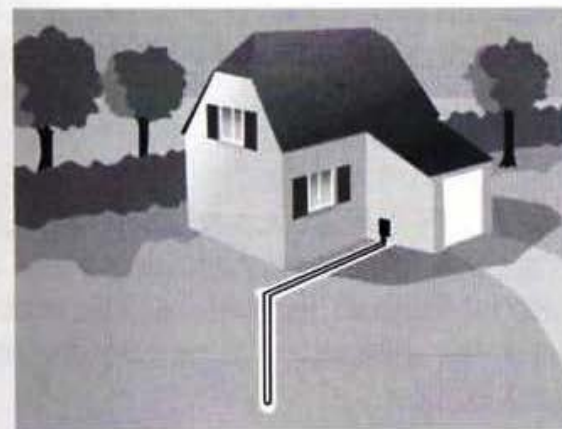

Fig. 5.7 – Captage vertical
- La géothermie verticale (fig. 5.7)